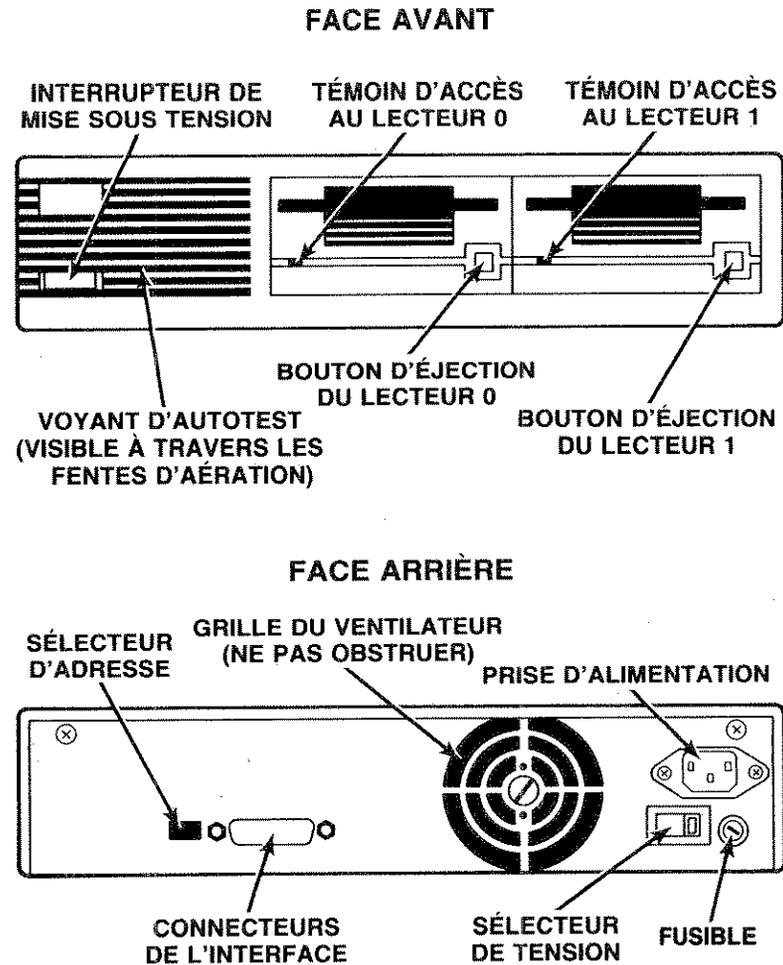

Figure 1 : L'avant et l'arrière du HP 9121/9122
- Observez les dispositifs illustrés dans la figure 1.